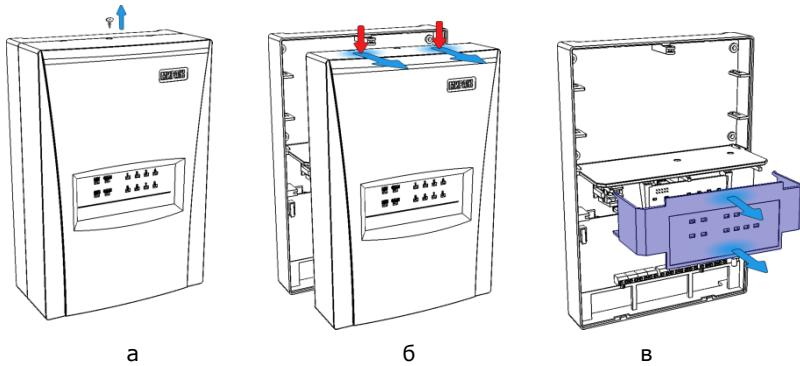

Рис. 5.3. Демонтаж корпуса контроллера
Контроллер выполнен в корпусе из ABS-пластика, состоящем из трех частей: основания контроллера, крышки контроллера и крышки панели индикации (см. рис. 5.3 в разделе 5.2). Основание и крышка контроллера соединяются с помощью защелок и винта. В центре крышки контроллера находится лицевая панель со светодиодными индикаторами (см. раздел 3.4). Вид контроллера со снятой крышкой и описание его основных узлов см. в Приложении 1. Схему подключения внешних устройств см. в Приложении 2.
- Снимите крышку контроллера. Для этого сначала выкрутите винт (рис. 5.3 а), затем нажмите на защелки и отсоедините от основания крышку контроллера (рис. 5.3 б), а затем отсоедините крышку панели индикации (рис. 5.3 в).